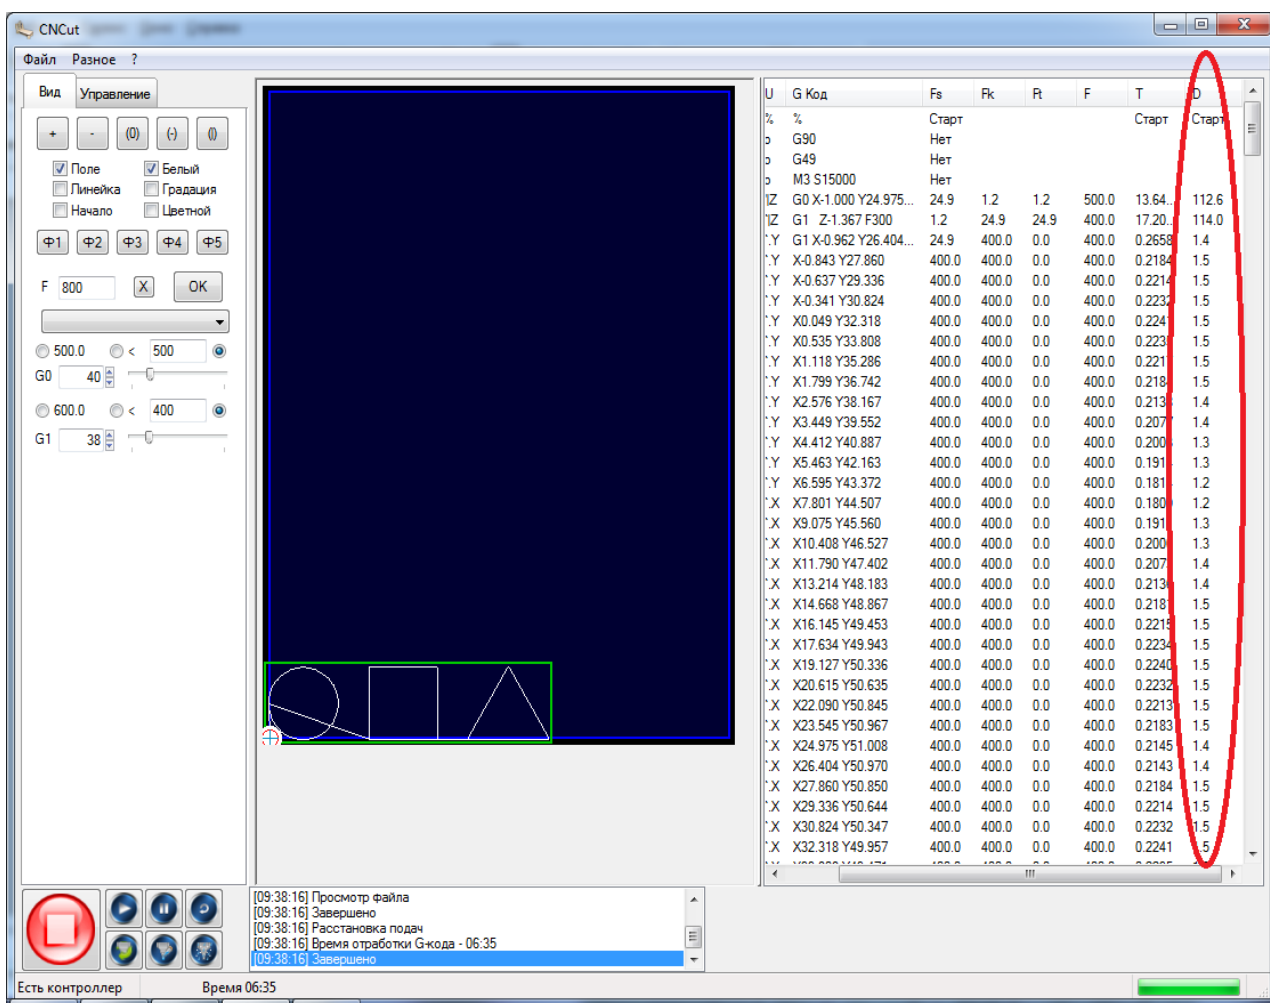

Рисунок 70. Столбец «D»
9. Столбец «D»- длина текущего кадра в мм, рисунок 70